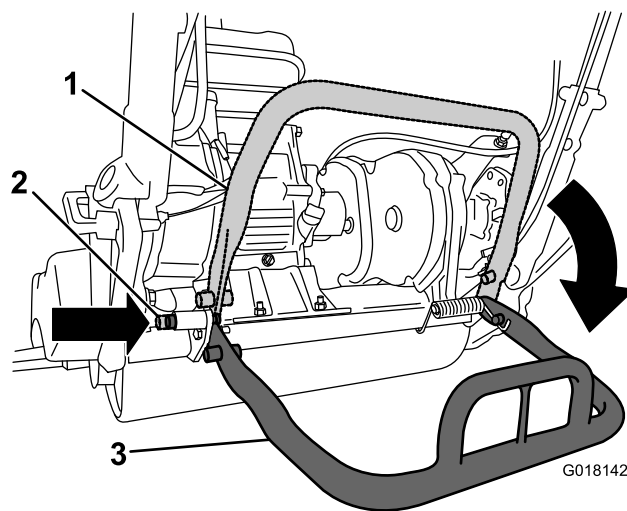

Figura 5
2. Baixe o apoio e empurre o pino de bloqueio para bloquear o apoio na posição de ASSISTÊNCIA (Figura 5). Deixe que a máquina assente sobre o apoio bloqueado.